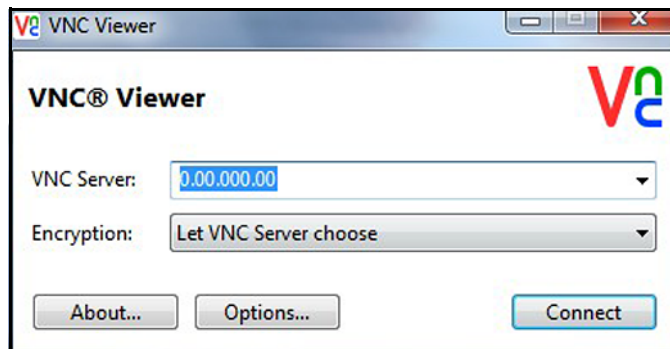

Figura 74: La schermata VNC Viewer
5. Dal **PC**, portarsi nel sito Web **RealVNC** e scaricare VNC Viewer. Avviare quindi VNC Viewer e quando richiesto immettere l'Indirizzo IP di moisture.IQ annotato (Figura 74). Fare clic sul pulsante **Connect** (Connetti).